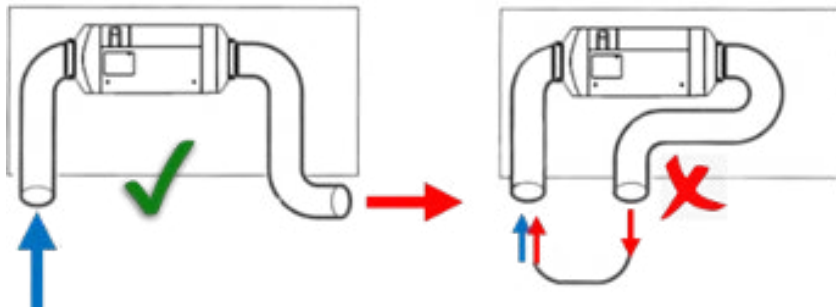

Fig. 29
- ☐ Évitez les courts-circuits dans le circuit d'air de chauffage (Fig. 29). Les courts-circuits peuvent provoquer l'arrêt du système du fait d'une surchauffe en cas d'aspiration d'air de chauffage trop chaud.